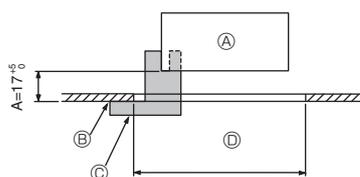
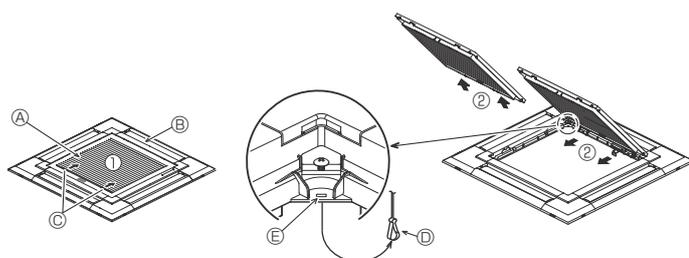
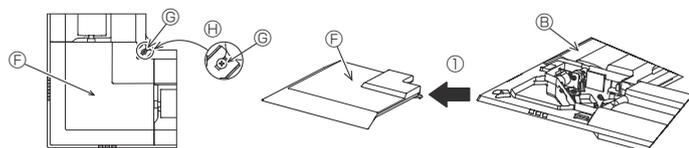

Fig. 9-2
Fig. 9-3
Fig. 9-4
①	Grill	1	950 × 950 (mm)
②	Installationstolk	1	(Indelat i 4 delar)
③	Skruvk (4 × 16)	1	för PLP-6EAE, PLP-6EALAE, PLP-6EALME
④	i-see sensor hörnpanel	1	för PLP-6EAE, PLP-6EALAE, PLP-6EALME
⑤	Trådlös fjärrkontroll	1	för PLP-6EALM, PLP-6EALME
⑥	Fjärrkontrollens hållare	1	Ingår i enheter med trådlös fjärrkontroll.
⑦	LR6 AA-batterier	2	Ingår i enheter med trådlös fjärrkontroll.
⑧	3,5 × 16 självgående skruvar	2	Ingår i enheter med trådlös fjärrkontroll.
9.2. Förberedelser för fäste av grillen (Fig. 9-2)
- Använd tolken ② som medföljer satsen för att justera och kontrollera placeringen av huvudenheten i förhållande till takytan. Om huvudenheten inte är korrekt placerad i förhållande till takytan kan luftläckage uppstå eller kondens samlas.
- Ⓒ Installationstolk ② (isatt i huvudenheten)
9.2.1. Demontering av insugsgrillen (Fig. 9-3)
- Skjut armarna i den riktning som visas på pilen ① för att öppna grillen.
- Med insugsgrillen i läge "öppen", ta bort gångjärnen på insugsgrillen från grillen som visas med pilen ②.
9.2.2. Demontering av hörnpanel (Fig. 9-4)
- Lösa de 4 skruvarna på hörnpanelen. Skjut hörnpanelen i pilens riktning ① i figuren och ta bort hörnpanelen.
[Fig.9-3] [Fig.9-4]